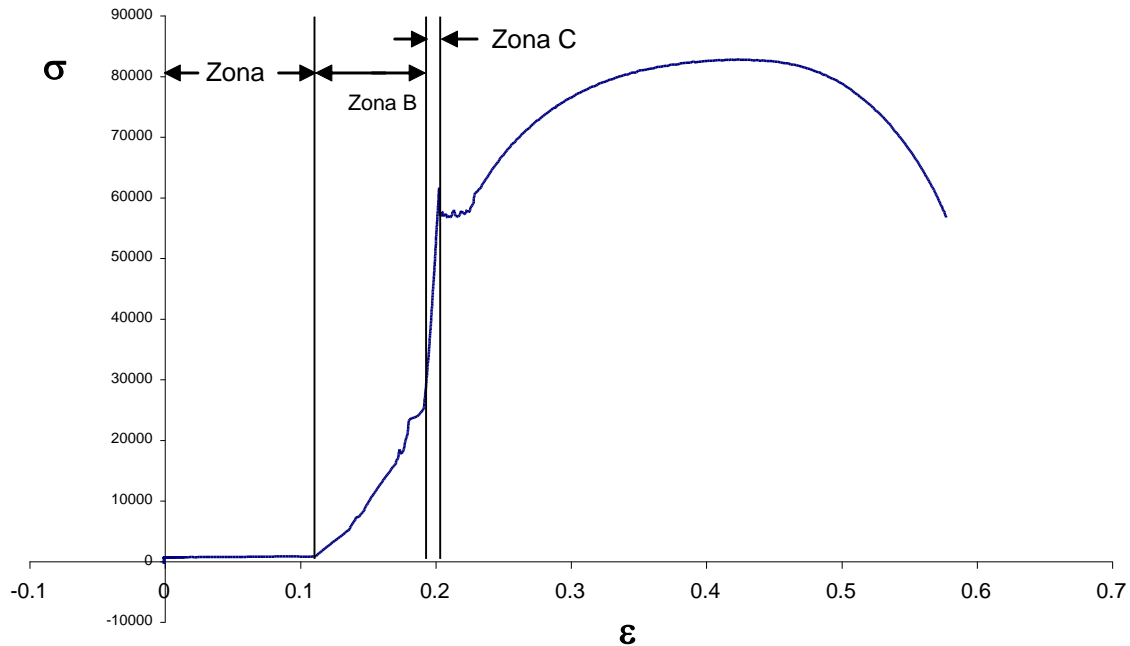
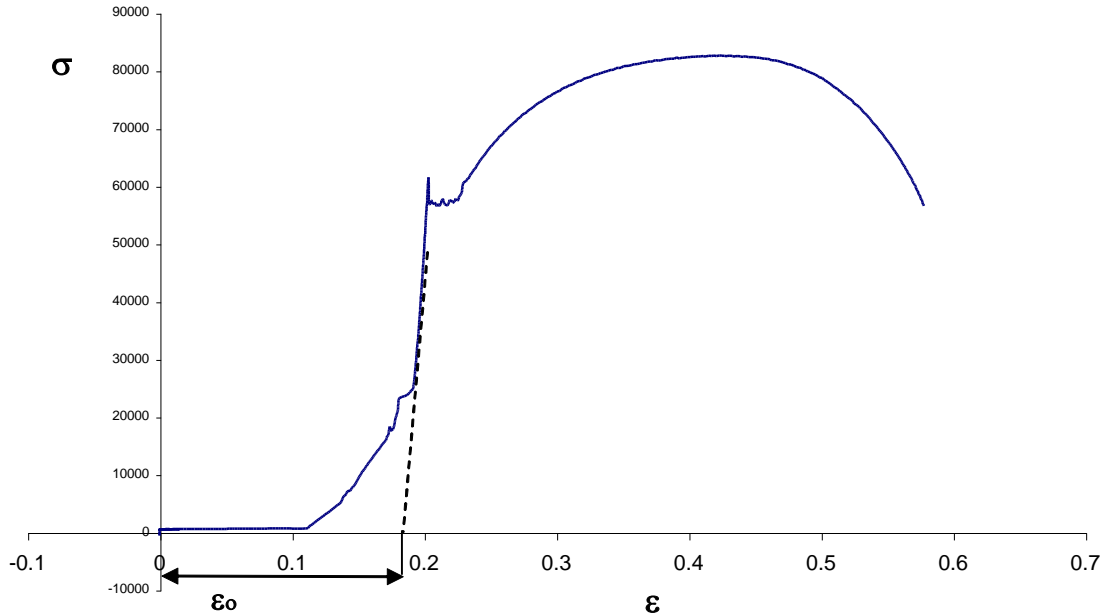
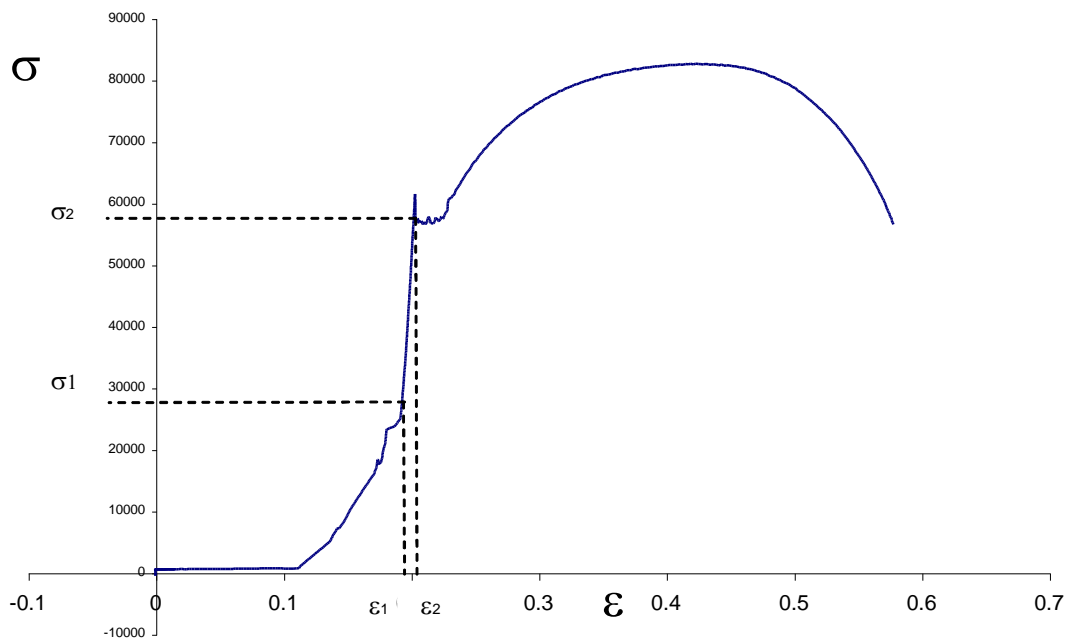
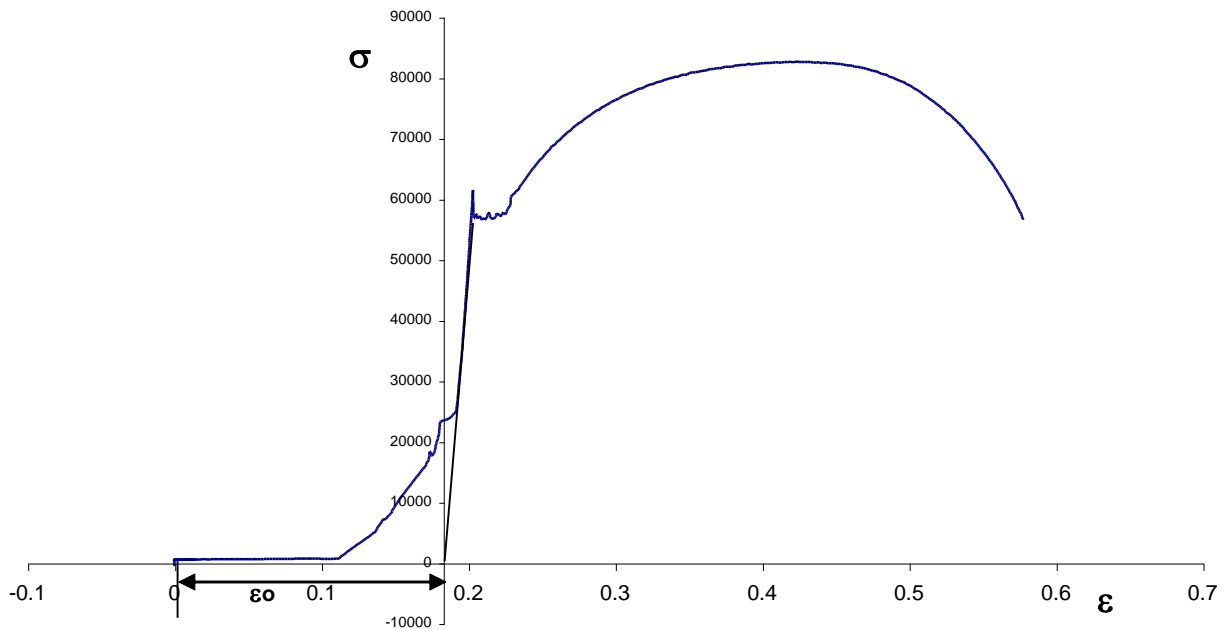

Figura 1.- Gráfica Esfuerzo Deformación sin corregir
Figura 2.- Gráfica Esfuerzo – Deformación indicando ϵ_0
Figura 3.-Gráfica Esfuerzo – Deformación indicando ϵ_0 en función de σ_1 y σ_2
Figura 4.- Gráfica Esfuerzo – Deformación con ϵ corregida
Para hacer cualquier prueba en la Máquina Universal se utilizan diferentes aditamentos para poder colocar las muestras a ensayar, por ejemplo en el ensayo de tensión se colocan los aditamentos entre el cabezal fijo y la parte superior del cabezal móvil, una vez colocada la muestra y justo antes de comenzar el ensayo existe un huelgo entre los cabezales y los aditamentos, así que, cuando comienza el ensayo, la primera parte del desplazamiento del cabezal se lleva a cabo sin carga y el extensómetro la registra, lo cual, es un primer error en la medición de la elongación, esto se puede ver en la Figura 1 correspondiendo a la zona A, posteriormente
cuando desaparece ese huelgo entre los aditamentos y cabezales la muestra comienza a absorber carga pero existe una elongación errónea debido al ajuste entre la muestra y los aditamentos, eso se puede ver en la Figura 1 correspondiendo a la Zona B . Una vez que la muestra y los aditamentos se ajustaron, inicia la elongación real que es parte de la zona elástica y que se puede ver en la figura 1 correspondiendo a la Zona C
Para poder eliminar toda la basura arrastrada en las zonas A y B (Figura 1) se sigue el procedimiento recomendado a continuación.
- Con los datos obtenidos de la Máquina Universal de carga (P) contra elongación (δ), se obtienen los valores de esfuerzo (σ) dividiendo la carga entre el área inicial (A_0) y la deformación unitaria (ϵ) dividiendo la elongación entre la longitud inicial (l_0).
- Se construye una gráfica de Esfuerzo – Deformación Unitaria obteniéndose una curva similar a la de la Figura 1. Donde las abscisas corresponden a los valores de “ ϵ ” y las ordenadas a los valores de “ σ ”.
c).- De la zona elástica de la gráfica (Zona C, Figura 1) se prolonga una recta siguiendo su pendiente hasta llegar al eje de la deformación unitaria (x). A la distancia entre el Cero de la deformación y donde la recta cruzó el eje se le llamará (ϵ_0) como se indica en la Figura 2.
d).- Otra forma de obtener la (ϵ_0) es tomando dos esfuerzos de la recta (Zona C, Figura 1) el inferior, será tomado justo un poco arriba de donde empieza la recta (σ_1) y el otro, el superior, será tomado justo un poco antes donde termine la recta (σ_2) junto con estos esfuerzos serán tomadas las deformaciones unitarias correspondientes (ϵ_1 y ϵ_2) (Figura 3) y aplicando una fórmula que se obtiene de la pendiente de la recta se tiene que:
f).- Graficando los valores del Esfuerzo y la Deformación Unitaria corregida (ϵ') se obtendría una gráfica como la mostrada en la Figura 4. O sea, que solo, se logra correr el eje de las deformaciones, la distancia ϵ_0 lo cual corrige la deformación pero arrastra la deformación errónea de las Zonas A y B (ver Figura 1).